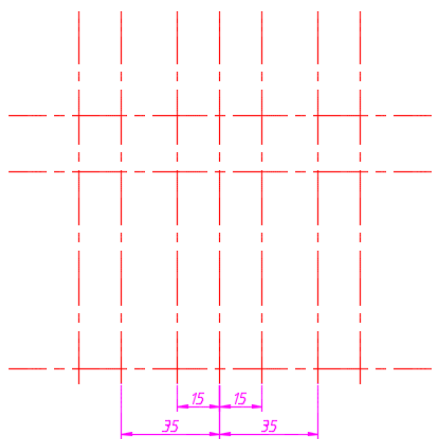
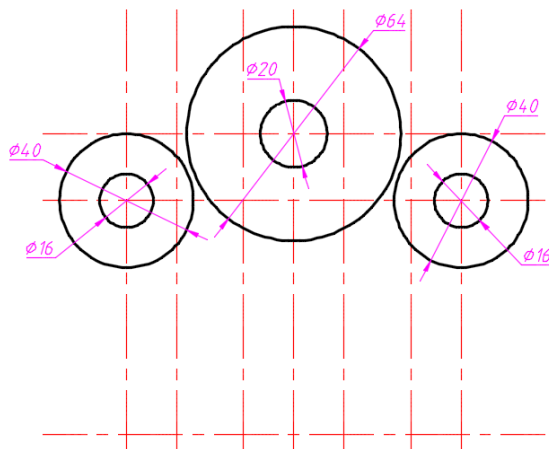

图 15-30 继续创建偏移中心线
图 15-31 绘制相关的圆
⑤ 创建偏移中心线副本。分别单击“偏移”按钮来创建图 15-30 所示的另外几条偏移中心线副本，图中给出了相应的偏移距离。
⑥ 在功能区“默认”选项卡“图层”面板的“图层”下拉列表框中选择“01 层-粗实线”层作为当前工作图层。
⑦ 绘制相关的圆。在功能区“默认”选项卡的“绘图”面板中单击“圆：圆心、半径”按钮, 绘制图 15-31 所示的几个圆，图中特意给出了相应的直径尺寸。